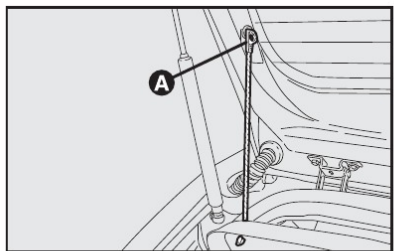

fig. 114
1) Soltar as extremidades superiores A-fig. 114 dos dois tirantes, desprendendo as argolas dos pinos.